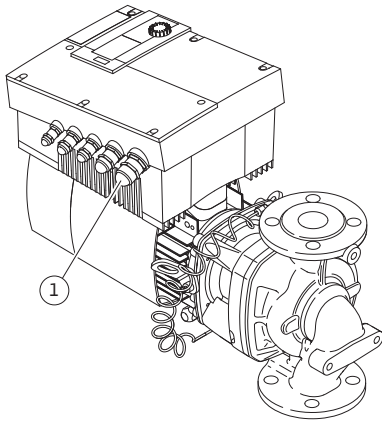

Fig. 30: Navojni priključak kabla M25
- Mrežni priključni vod treba sprovesti kroz navojni priključak kabla M25 (Fig. 30, poz. 1).